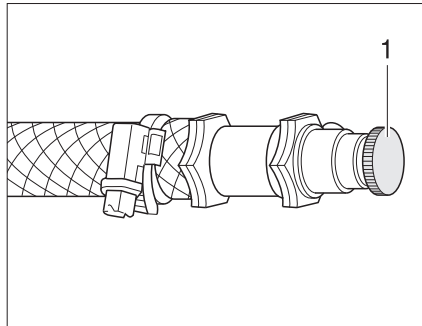

Bild 153 Entlüftungsventil Warmwasser-Heizung
- Das Entlüftungsventil (Bild 153,1) öffnen und geöffnet lassen, bis keine Luft mehr austritt.